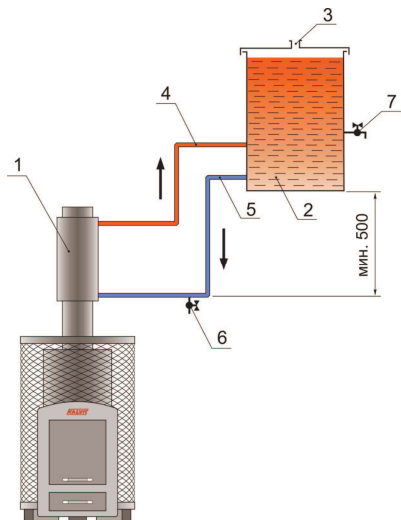

Рис. 6
- **Kalvis-PR3-B** – с приставным бачком подогрева воды (14) на дымоходе (1), предназначенным для приготовления горячей воды, который трубами (15, 16) подключается к открытой емкости для подогретой воды (подробнее см. рис. 6) Печь, смонтированную с теплообменником, можно топить и без воды, в данном случае патрубки подсоединения должны быть открыты.
- **Kalvis-PR3-S, Kalvis-PR3-SB** – Дверцы топки (9) с окном из жаропрочной стеклокерамики.
Для приготовления горячей воды к печи (**K-PR3-B** или **K-PR3-SB**) необходимо подключить открытую емкость для подогрева воды (см. рис. 6).